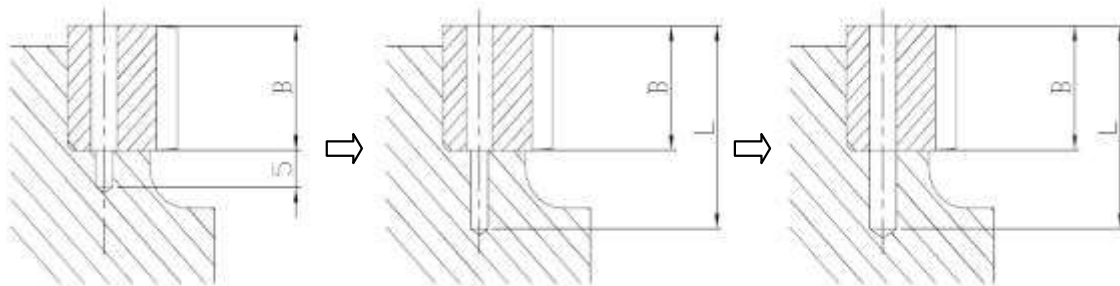

図 14
8.4.5 図 14 及び表 8を参考にラック穴径と同じように穴を開けてください。